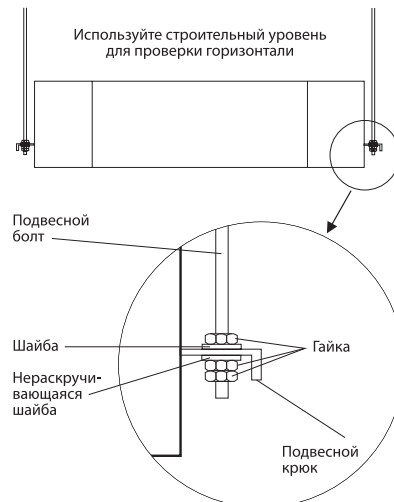

Рисунок 16 - Крепление подвесных болтов к внутреннему блоку
- Отрегулируйте относительное положение подвесных болтов таким образом, чтобы блок был расположен горизонтально со всех сторон. Для проверки горизонта воспользуйтесь строительным уровнем. Неправильная установка внутреннего блока может привести к утечке воды, воздуха и т.д (см. рис.16).